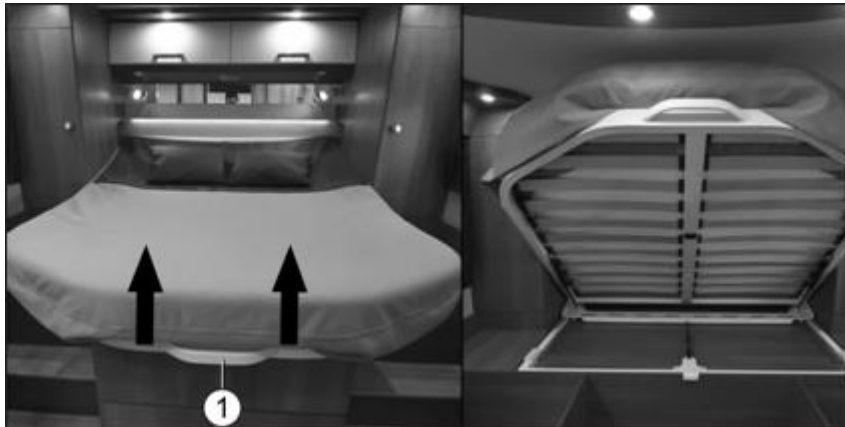

Fig. 81 Lit central coulissant
1. En le tenant avec une main au niveau de la poignée (Fig. 81/1), pousser le lit vers le haut dans le sens de la flèche.
1. Glisser le lit vers l'arrière jusqu'en butée en tenant la poignée (Fig. 81/1) avec les deux mains.
2. En le tenant avec une main au niveau de la poignée (Fig. 81/1), pousser le lit vers le haut dans le sens de la flèche.